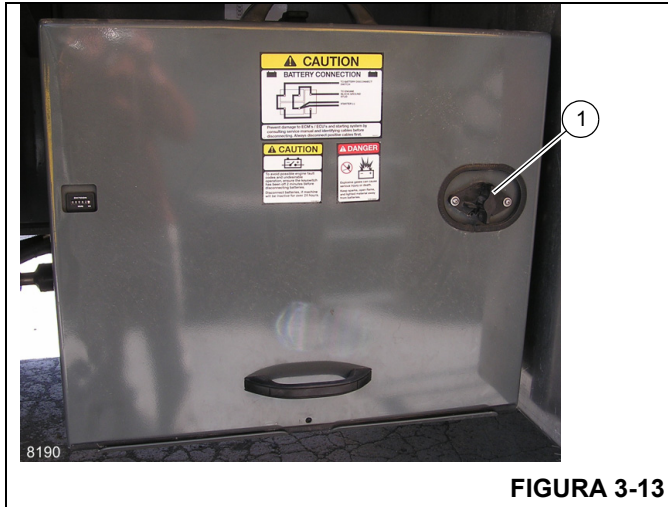

FIGURA 3-13
Assegure que a alavanca da chave de desconexão da bateria (1) (Figura 3-13) esteja na posição ON (Ligada) (alavanca mostrada na posição OFF, Desligada).